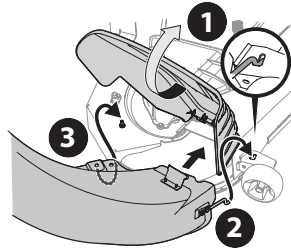

Figure 22
2. Soulevez le déflecteur de goulotte (consultez le numéro 1 de la Figure 22) sur le plateau de coupe et maintenez-le pendant que vous placez la botte de descente sur l'ouverture.
3. Insérez l'extrémité la botte (2) dans l'orifice prévu à cet effet dans la roue du plateau de coupe, comme illustré dans l'encart de la Figure 22.
4. Faites pivoter la botte vers l'arrière jusqu'à ce que l'orifice la botte s'aligne sur le plateau de coupe. Déplacez la botte vers le bas sur cette broche, comme illustré à la Figure 22.